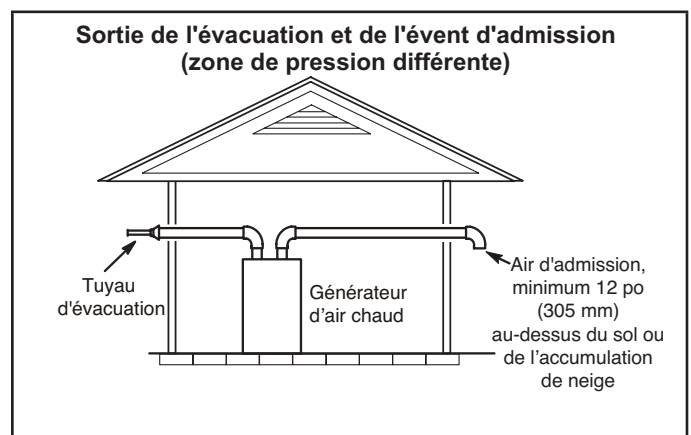
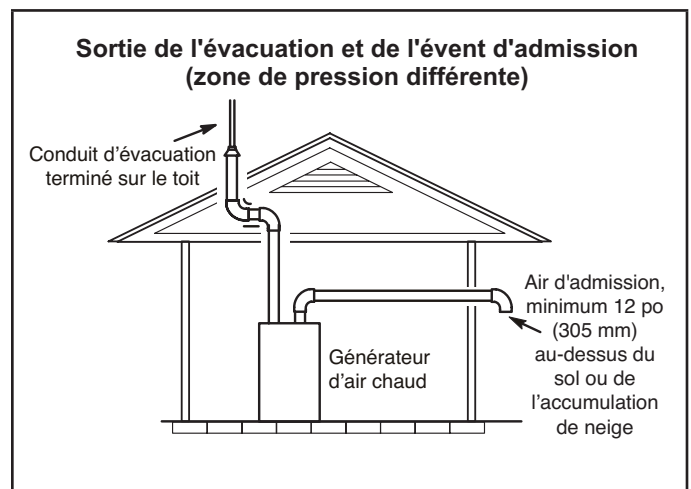

FIGURE 28
FIGURE 29
- 1 - Il n'est pas nécessaire que les terminaisons d'évacuation se trouvent dans la même zone de pression. L'admission peut sortir d'un côté de la structure et l'évacuation d'un autre côté (FIGURE 28). L'évacuation peut sortir par le toit et l'admission par le côté de la structure (FIGURE 29).